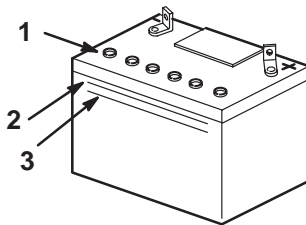

Bild 35
2. Sehen Sie sich die Seite der Batterie an. Der Füllstand muss bis zur oberen Linie reichen (Bild 35). Der Säurestand darf nicht unter die untere Linie fallen (Bild 35).
3. Nehmen Sie die Entlüftungsdeckel von der Batterie ab (Bild 35).
4. Gießen Sie langsam destilliertes Wasser in jede Batteriezelle, bis der Säurestand die obere Linie (Bild 35) am Batteriegehäuse erreicht.
5. Warten Sie nach dem Füllen der Batteriezellen fünf bis zehn Minuten. Gießen Sie bei Bedarf destilliertes Wasser in jede Batteriezelle, bis der Säurestand die obere Linie (Bild 35) am Batteriegehäuse erreicht.